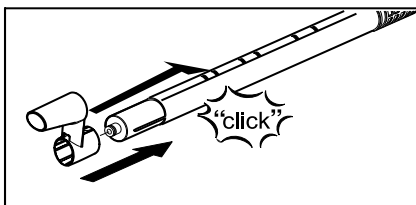

Bild 1
- Skjut på parkeringsshaken (G3) med lås-knappen nedtryckt tills det andra jacket nedifrån på ett förlängningsrör (G1). Parkeringsshaken måste hakas fast när lås-knappen släpps loss (se bild 1).